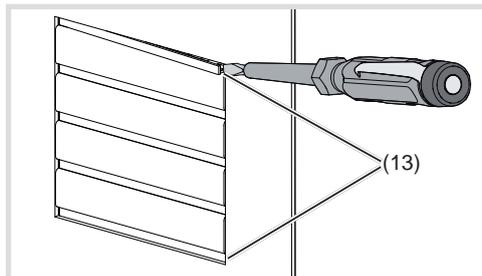

Figura 11: rimozione delle strisce di copertura (13) Strisce di copertura
- Sollevare in avanti ed estrarre le strisce di copertura di bloccaggio (13) sopra e sotto con il cacciavite (figura 11).